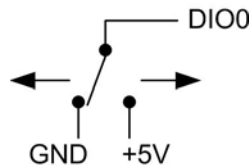

Abbildung 4. Erkennung der Schalterstellung durch den digitalen Kanal DIO0
Wenn Sie die digitalen Bits für den Eingang konfigurieren, können Sie den Zustand der TTL-Eingänge über die digitalen E/A-Anschlüsse des RedLab E-TC überwachen. In Abbildung 4 finden Sie eine schematische Darstellung. Wenn Sie den Schalter auf den +5 V-Eingang legen, liest DIO0 WAHR (1). Wenn Sie den Schalter auf GND stellen, liest DIO0 FALSCH (0).